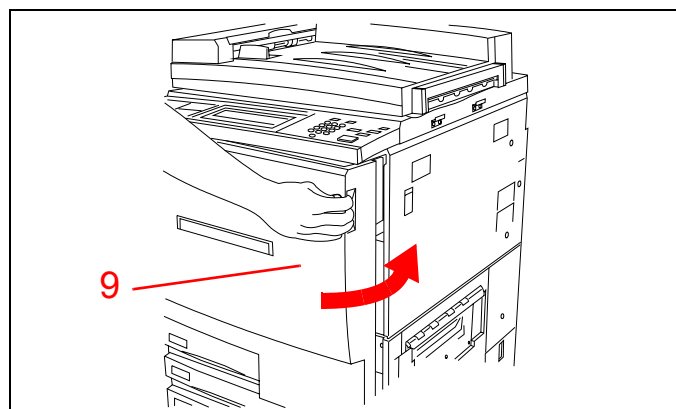

Figura 23
9. Chiudere lo sportello anteriore della stampante. Vedere la figura 23.